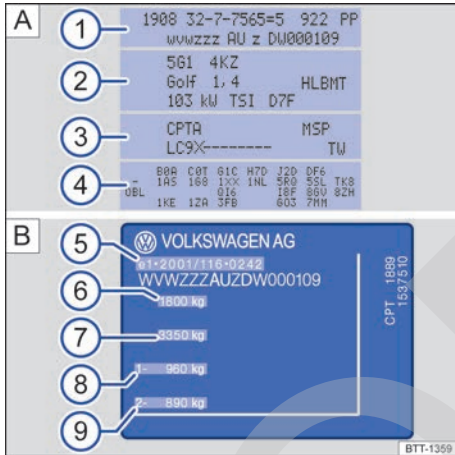

Fig. 228 A Adhesivo portadatos del vehículo. B Placa de modelo (representaciones esquemáticas).
El adhesivo portadatos del vehículo → fig. 228 A se encuentra en el maletero, en la zona de la cavidad de la rueda de repuesto. En él figuran los siguientes datos:
- 3 Letras distintivas del motor y del cambio, referencia de la pintura, equipamiento interior. En el ejemplo, las letras distintivas del motor son "CPTA" → fig. 228.
La placa de modelo → fig. 228 B se encuentra en la parte inferior del montante de la puerta del conductor. Se ve abriendo esta puerta. Los vehículos destinados a determinados países no llevan placa de modelo.